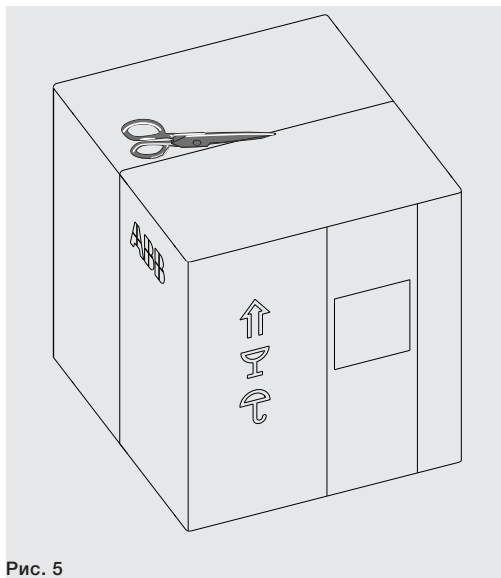
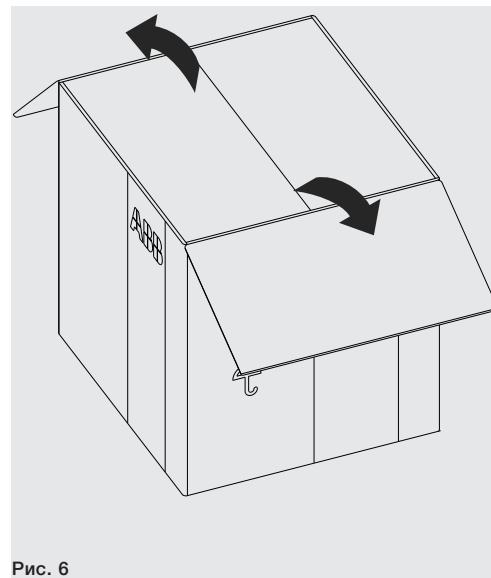

Рис. 5
Рис. 6
1. Разрезать клейкую ленту, при помощи которой запечатана упаковочная коробка. См. Рис. 5 и Рис. 6.